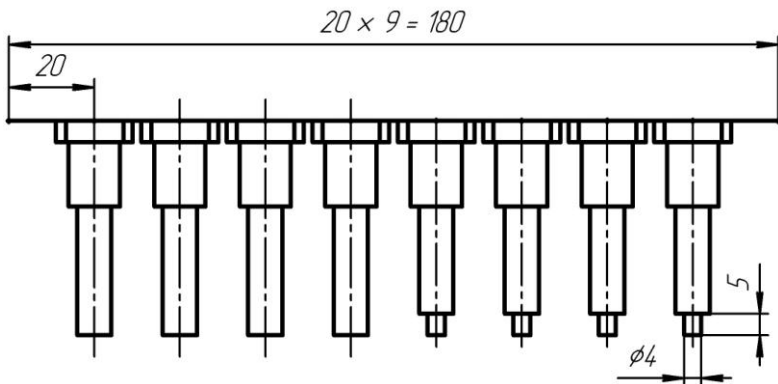

Рис. 3. Фрагмент пуансонодержателя с пуансонами
2. Проведите горизонтальный отрезок длиной 180 мм (рис. 3). Эта линия — элемент будущего чертежа пуансонодержателя (целиком его проектировать мы не будем).
3. Активизируйте переключатель **Внешней ссылкой**. Появившийся фантом установите вдоль пуансонодержателя четыре раза подряд вертикально, начиная слева со второй точки размеченной прямой (см. рис. 3). Завершите выполнение команды.